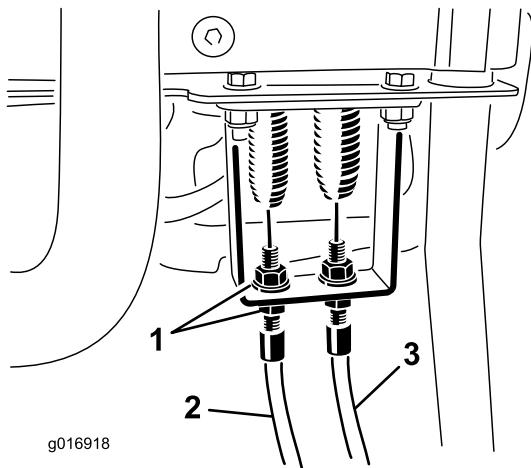
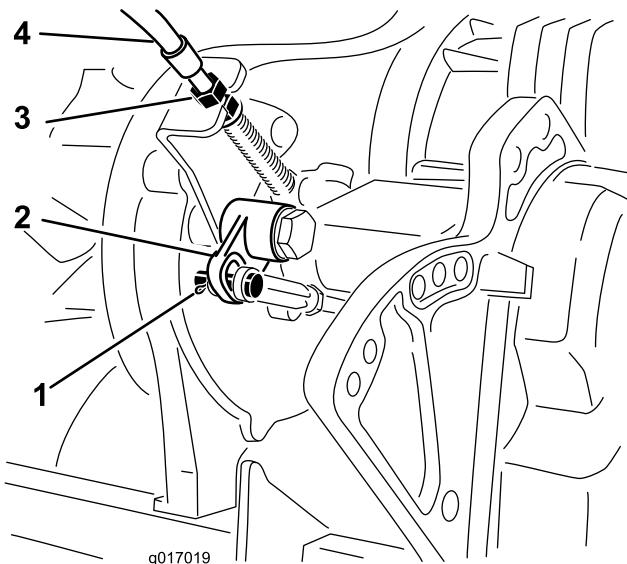

Figura 45
Figura 46
2. Compruebe que no hay holgura en el cable de control de tracción, en el muelle de extensión (Figura 45). Si hay holgura, ajuste las contratuerca en el soporte (Figura 46) hasta eliminar la holgura en el cable sin alargar el muelle.
4. Retire el pasador y la chaveta que sujetan la horquilla de la varilla a la palanca acodada. Desconecte la horquilla de la palanca acodada (Figura 46).
7. En el soporte (Figura 46), ajuste las contratuercas del cable para reducir la distancia a la palanca para compensar la modificación anterior.
8. Ajuste las contratuercas del cable en el soporte para eliminar la holgura del cable sin alargar el muelle (Figura 45).
3. En el soporte de la palanca de control, afloje el cable de control del molinete hasta que haya holgura en el cable (Figura 45).